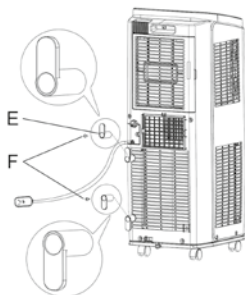

Figura 18
- Monte los ganchos para cable E suministrados utilizando los pernos F (véase la figura 1) en la parte posterior de la unidad de aire acondicionado (véase la figura 18).